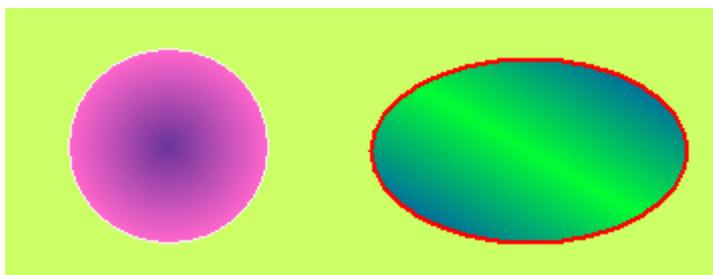

图 4-39 绘制圆效果图
- 可以通过下拉和微调按钮调节矩形的属性，SamDraw 组态画面编辑软件为椭圆/圆提供多达 15 种的边框直线类型，10 种边框线条宽度和 21 种的填充方式，使得图形更加的艳丽美化。如图 4-39 所示：